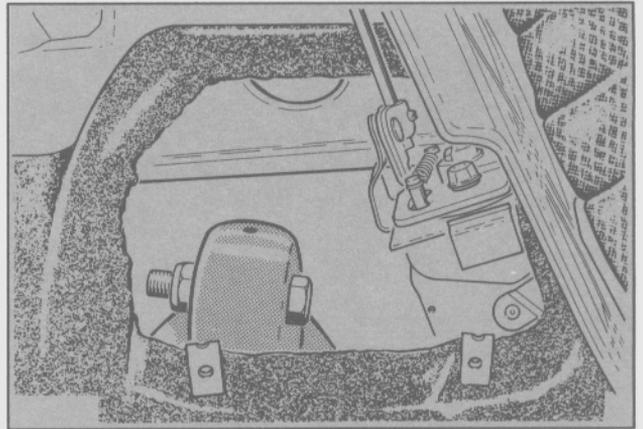

Fig. 10. Montaje superior del amortiguador
- Extraer la tuerca y el perno de fijación superior del amortiguador (Fig. 10).